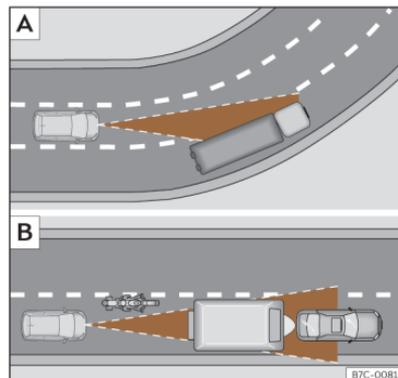

Fig. 133 **A** Vehículo en una curva. **B** Motociclista circulando por delante fuera del radio de acción del sensor de radar.
El ACC podría no detectar en curva el vehículo precedente o podría regular la distancia con vehículos que se encuentran en otros carriles >>> **fig. 133 [A]**.
- Vehículos que circulen desalineados o fuera de la zona de detección del sensor, por ejemplo, motocicletas >>> **fig. 133 [B]**.